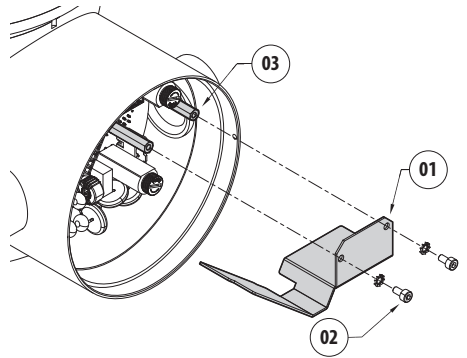
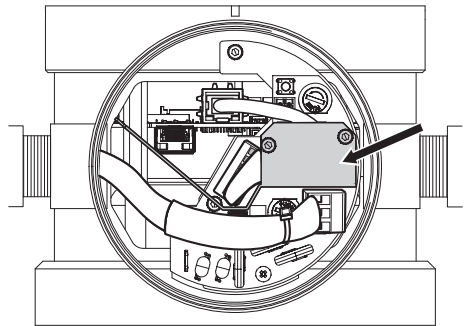

Fig. 18
Fig. 19
Fixer la barrière (01) avec les vis et rondelles (02) aux entretoises prévues (03) (Fig. 18, page 32 et Fig. 19, page 32).